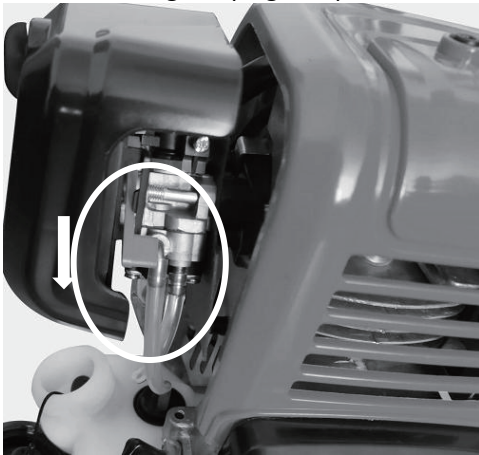

Fig.16
- 5) Rode a alavanca de estrangulamento para a posi o de funcionamento quando o motor ligar. (Fig. 16)